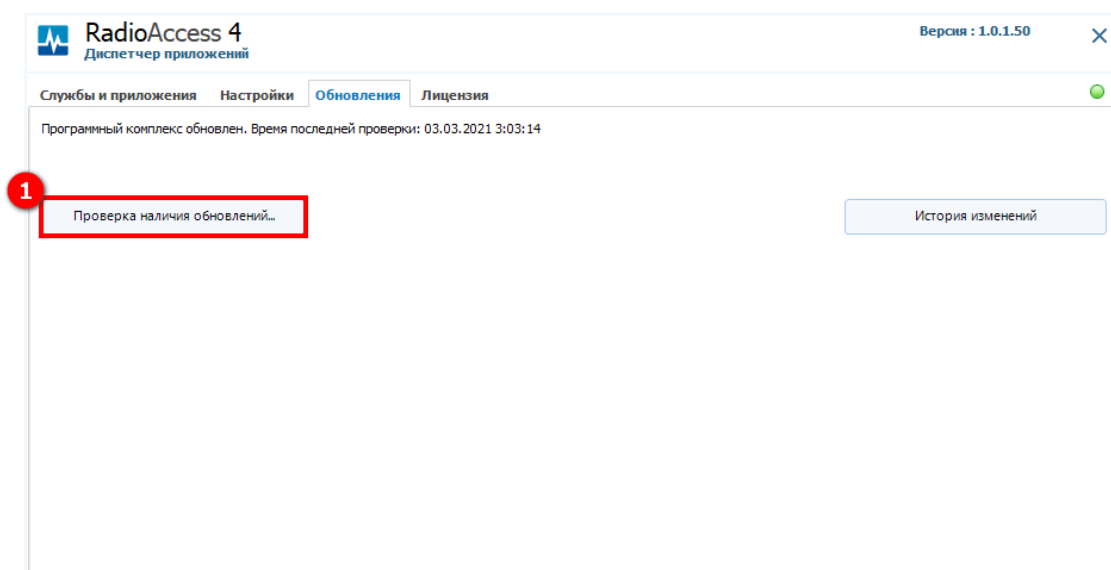

Рисунок 56 – Проверка наличия обновлений
Для проверки наличия обновлений необходимо нажать кнопку **Проверка наличия обновлений** (1) (см. рисунок 56).